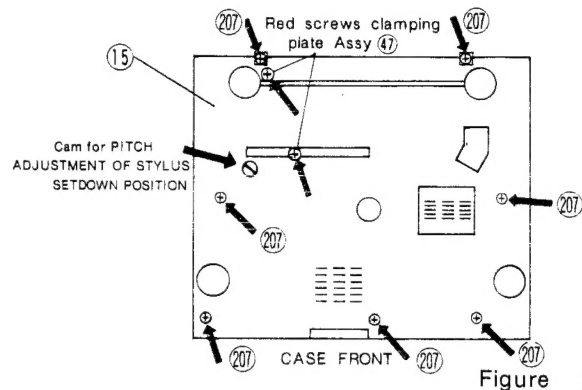

Figure 2
- 1-3. Remove the seven Screws (207) which mount the Case bottom (15) (Fig. 2).
1-3. 底蓋をとめているビス(207)7本をとる。(図2)